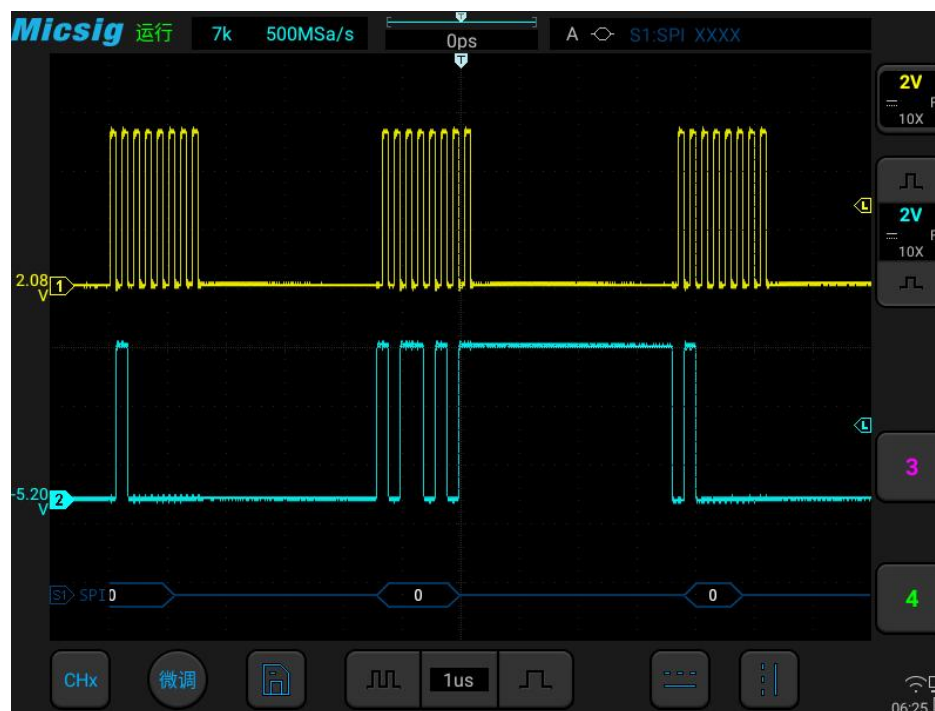

图 12-20 SPI 图形界面
(3) 打开触发设置菜单，触摸屏上点按数据，使用虚拟软键盘设置要匹配的数据为“0001”；
(4) 依据信号幅值调节2个通道阈值电平； SPI 触发图形界面见图 12-20：